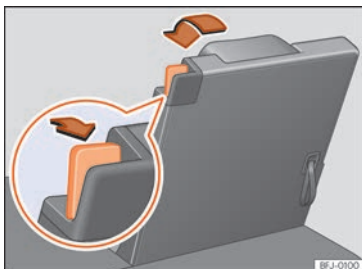

Abb. 196 Dritte Sitzreihe: Sitz in Ladebodenposition klappen.
- Entriegelungshebel »» (Abb. 196) ganz nach hinten ziehen, um die Sitzlehne zu entriegeln.
- Schlaufe an der Sitzlehne »» (Abb. 196) ziehen, um die Lehne zurückzuklappen. **ODER:** Klappen Sie die Sitzlehne mit der Hand vom Innenraum aus zurück.
- Die rote Markierung am Entriegelungshebel »» (Abb. 196) darf nicht mehr sichtbar sein.
- Eine rote Markierung an dem Entriegelungshebel »» (Abb. 196) signalisiert eine nicht eingerastete Lehne. Die rote Markierung darf im korrekt eingerasteten Zustand nicht sichtbar sein.